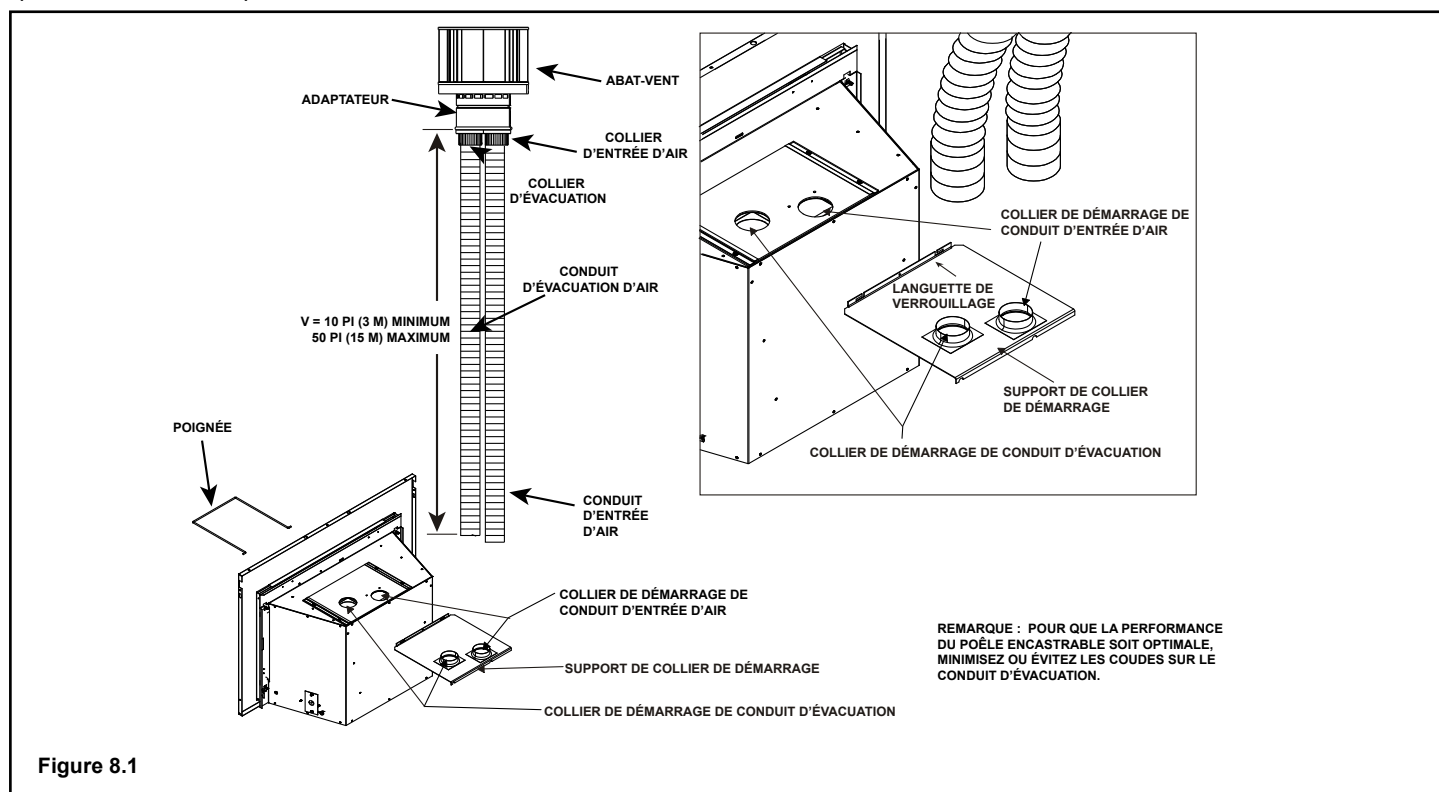

Figure 8.1
- Utilisez 3 vis pour fixer la section du tuyau d'entrée d'air dans le collier d'entrée d'air sur la plaque coulissante. Voir la Figure 8.1. REMARQUE : La plaque coulissante de collier peut être déposée du poêle afin de faciliter l'installation.
- Fixez la plaque coulissante de collier sur le poêle en plaçant la poignée verrouillable en place au moyen des languettes de verrouillage (voir Figure 8.1) et fixez-la avec des vis n° 8.